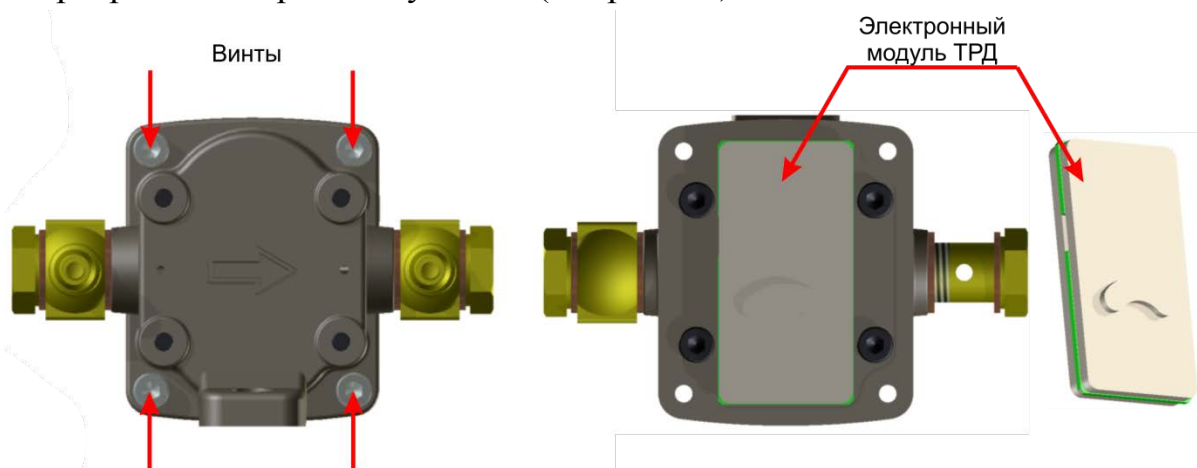

Рисунок 10 – Демонтаж электронного модуля
10. Демонтировать расходомер, вывинтить винты скрепляющие камеры расходомера между собой (см. рис. 10).
2. Извлечь электронный модуль расходомера. (рис. 10).